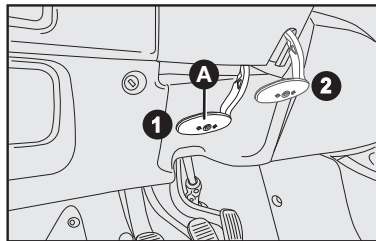

fig. 16
VOLANTE - fig. 16
- 1) deslocar a alavanca **A-fig. 16** para a posição **2-fig. 16**;
- 3) retornar a alavanca à posição **1-fig. 16** para travar o volante novamente.